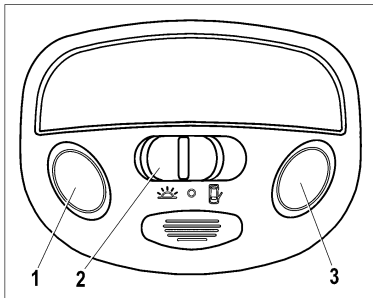

Рис. 18. Блок освещения салона
**Блок освещения салона** включает в себя плафоны индивидуального освещения и плафон освещения салона. Левый и правый плафоны индивидуального освещения включаются нажатием на левую 1 (рис. 18) или правую 3 кнопки соответственно.